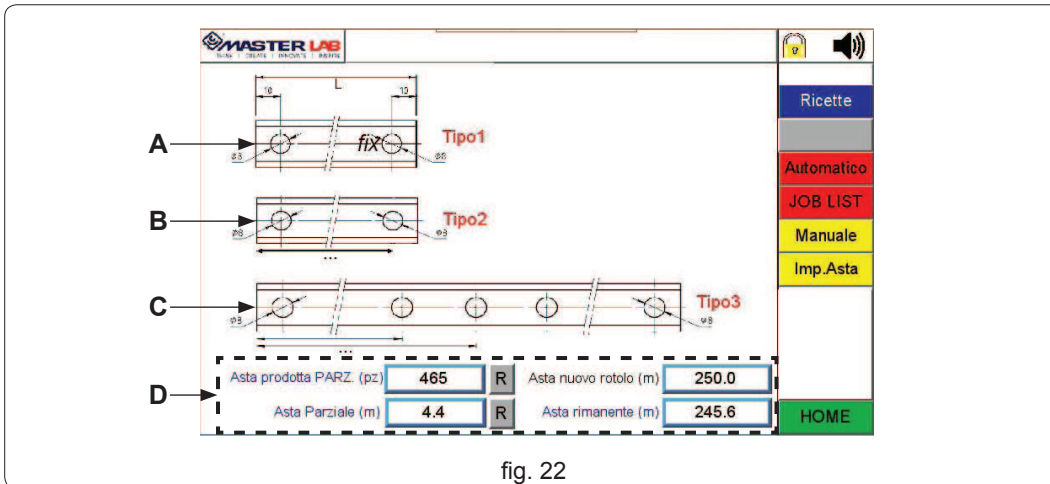

fig. 22
Compare la schermata di selezione del tipo di lavorazione (fig. 22 rif. C, D, E).
Nella parte inferiore della schermata (fig. 22 rif. D) vi sono riportati rispettivamente il conteggio parziale di barrette prodotte e i metri di barretta utilizzati della bobina: entrambi i dati sono resettabili toccando i tasti "R".
Per selezionare la lavorazione toccare l'immagine corrispondente a "Tipo 1" (fig. 22 rif. A).
- Per selezionare la lavorazione toccare l'immagine corrispondente a "Tipo 2" (fig. 22 rif. B).
Per selezionare la lavorazione toccare l'immagine corrispondente a "Tipo 3" (fig. 22 rif. C).